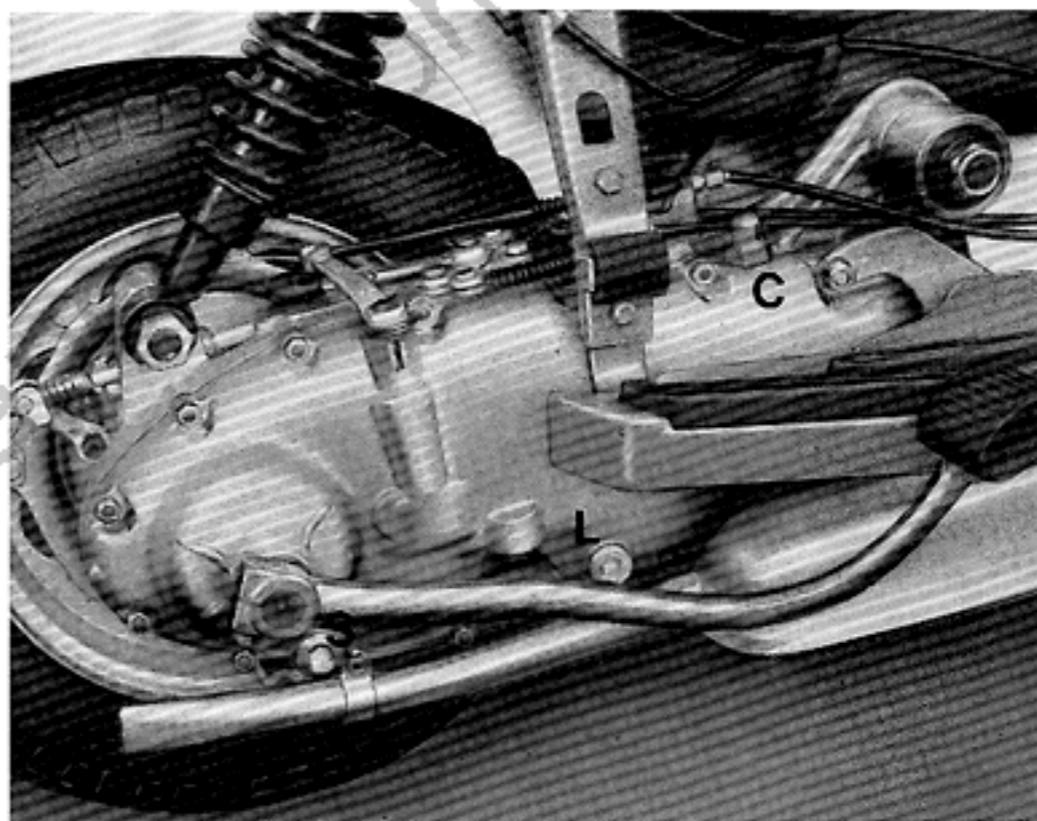

Fig. 14
**Lubrificazione:** Carter motore: vuotate completamente l'olio contenuto nel carter svitando il tappo di scarico (vedi fig. 14). Eseguite l'operazione a motore caldo. Avvitare nuovamente il tappo di scarico, svitate i tappi di carico e di livello e versate l'olio dal foro di carico finché esso comincia ad uscire dal foro di livello. Sono necessari circa 0,6 litri di olio AGIP F.1 ROTRA SAE 90.